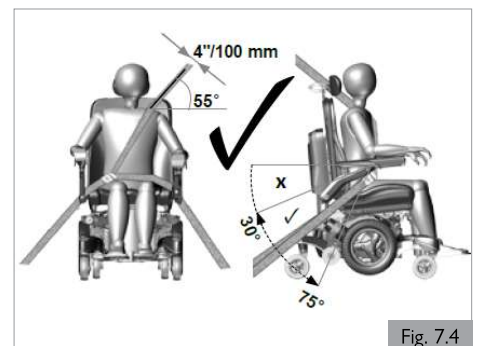
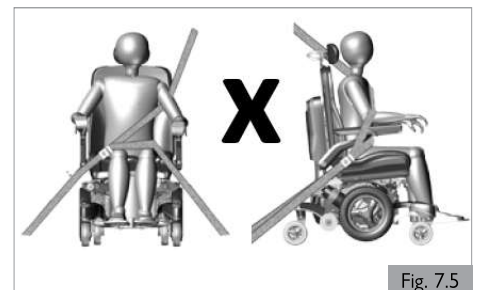

Fig. 7.4
Fig. 7.5
3. Les dispositifs de retenue doivent être montés sur le montant approprié du véhicule et ne doivent pas être maintenus à distance du corps par des éléments du fauteuil roulant tels que l'accoudoir ou les roues (Fig. 7.5).
2. Il est souhaitable que l'angle soit plus prononcé (plus grand) à l'intérieur de la zone préconisée, proche de 75 degrés, mais sans jamais les dépasser (Fig. 7.4).
- a. La ceinture de retenue du torse supérieur doit passer sur l'épaule et en travers de la poitrine comme illustré (Fig. 7.4). Les ceintures de retenue doivent être ajustées aussi serrées que possible, en fonction du confort de l'utilisateur. N'installez pas la ceinture de retenue comme indiqué sur la figure 7.5.